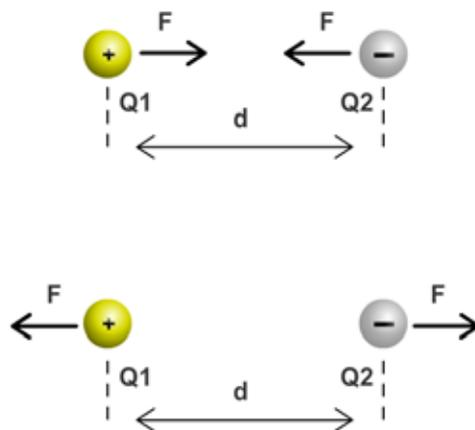

Figura 10 – Força entre corpos carregados
Verifica-se que corpos carregados com eletricidade da mesma polaridade se repelem e que corpos dotados de cargas de sinais opostos se atraem. Entre eles se manifesta uma força que depende da quantidade de cargas que o corpo possua e da distância que os separa. A figura 10 mostra o que ocorre.
Constata-se que a força de atração ou repulsão entre duas cargas elétricas de dimensões reduzidas (ditas pontuais) depende, tanto dos valores destas cargas, quanto da distância que as separa. Conforme mostra a figura 10, sendo d a distância entre estas cargas e Q_1, Q_2 os valores das cargas medidos em Coulombs (C), a força que se manifesta entre elas (chamada de F) pode ser calculada pela fórmula.